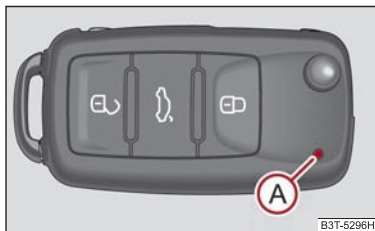
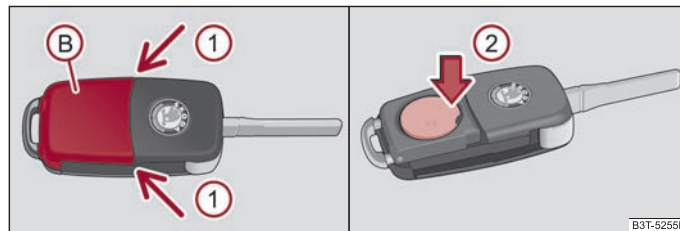

Fig. 23 Cheia cu telecomandă
Fig. 24 Desfacerea cheii cu telecomandă/Înlocuirea bateriei
La livrarea autovehiculului primiți două chei cu telecomandă ⇒ fig. 23.
Fiecare cheie conține o baterie, care se găsește în capacul (B) ⇒ fig. 24 carcasa emițătorului. Când bateria este descărcată, după apăsarea unei taste a telecomenzii, lampa de control de culoare roșie (A) ⇒ fig. 23 nu clipește. Vă recomandăm să vă adresați unei unități service autorizate Škoda pentru înlocuirea bateriei cheii. Dacă doriți totuși să înlocuiți singur bateria, procedați în felul următor:
- Apăsăți capacul bateriei cu degetul mare sau cu o șurubelniță cu vârf plat, în locurile marcate cu săgeată ① ⇒ fig. 24.
- Scoateți bateria descărcată din cheie, apăsând bateria în jos, în locul marcat cu săgeată ② ⇒ fig. 24.
Această funcție permite descuierea tuturor portierelor autovehiculului, a fiecărei portiere separat, a ambelor portiere de pe partea stângă sau dreaptă sau descuierea simultană a portierei șoferului și pasagerului din față. Celelalte portiere și clapeta rezervorului de combustibil rămân încuiate și se vor descuia numai după o nouă descuiere de la tasta de descuiere de pe telecomandă ⇒ pagina 38, fig. 23 sau de la tasta închiderii centralizate ⇒ pagina 43, fig. 27.